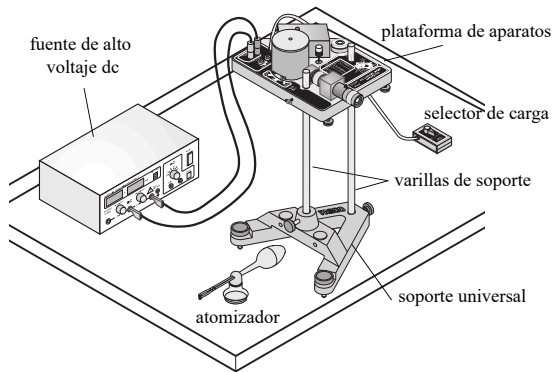

Figura 1.1: Piezas principales del equipo
El equipo de gota de aceite de Millikan está constituido por 5 piezas principales: (ver Figura 1.1)
1. Disponga el aparato a nivel, sobre una mesa sólida con la mirilla a una altura que permita al experimentador sentarse derecho mientras observa las gotas. Si es necesario alcanzar la altura apropiada, realice el montaje del aparato sobre dos varillas de soporte (ver figura 1.1).